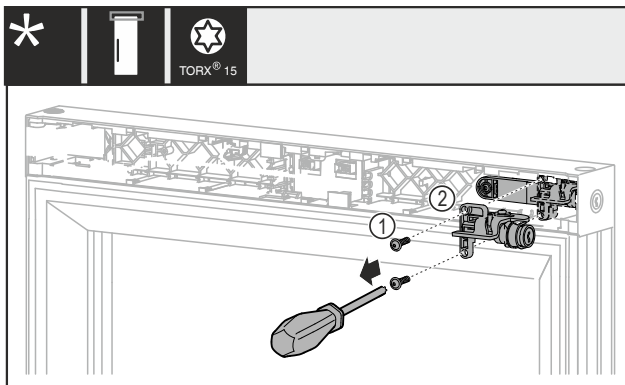

Fig. 20
- Odstranite vijake Fig. 20 (1).
- Snemite mehansko ključavnico Fig. 20 (2).